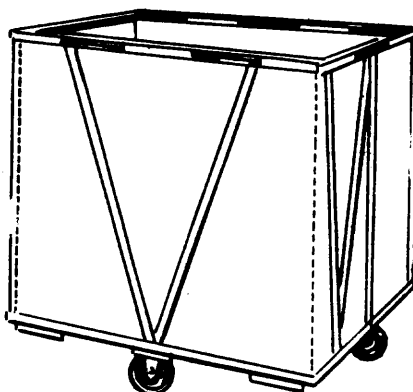

Fig. 3
- Carro para lavandería y ropería (fig. 3).